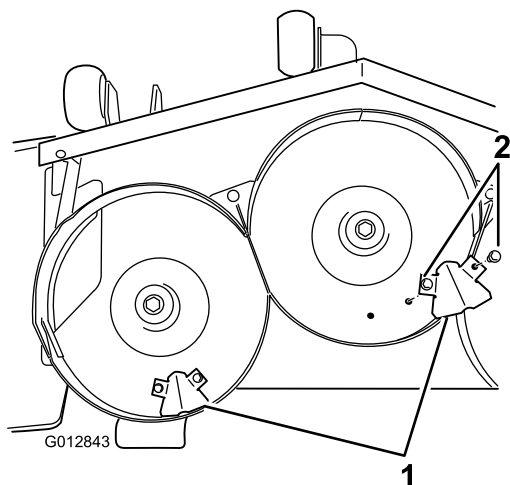

Bild 5
15. Nehmen Sie die Kickerablenkbleche und vier Bundschrauben (5/16 x 3/4 Zoll) von den Teilen, die lose mitgeliefert werden. Montieren Sie die Ablenkbleche an der Unterseite des Mähwerks; die Stellen sind in Bild 5 dargestellt. Befestigen Sie die Ablenkbleche mit vier Bundschrauben (5/16 x 3/4 Zoll) am Mähwerk.